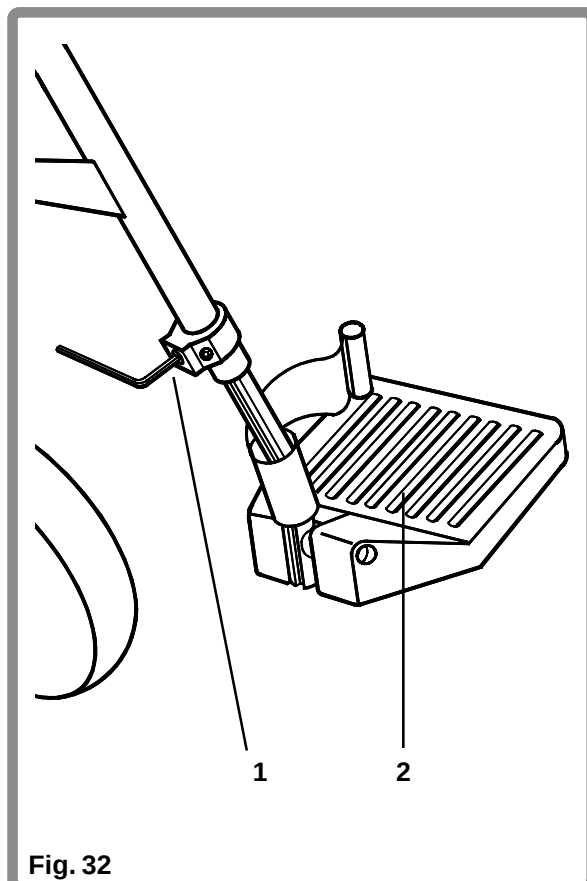

Fig. 32
Pour ajuster la hauteur les plateformes amovibles (Fig. 32), desserrez la vis (1) comme l'illustration le montre, et réglez la hauteur de la plateforme (2). Couplez la vis entre 5 et 8 Nm à l'aide d'une clé à six pans.